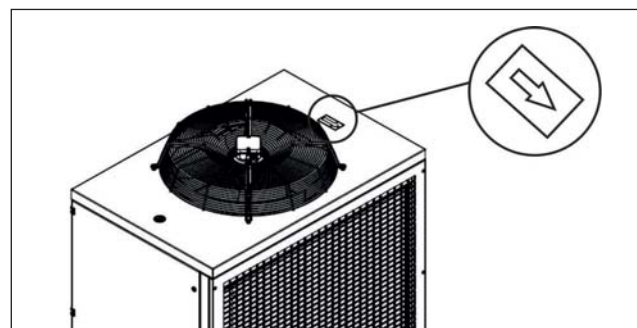

Рис. 10.2
- Направление вращения вентиляторов конденсатора. Воздушный поток должен двигаться от стороны всасывания конденсатора к вентиляторам. Направление вращения вентиляторов указано на корпусе агрегата (Рис. 10.2).